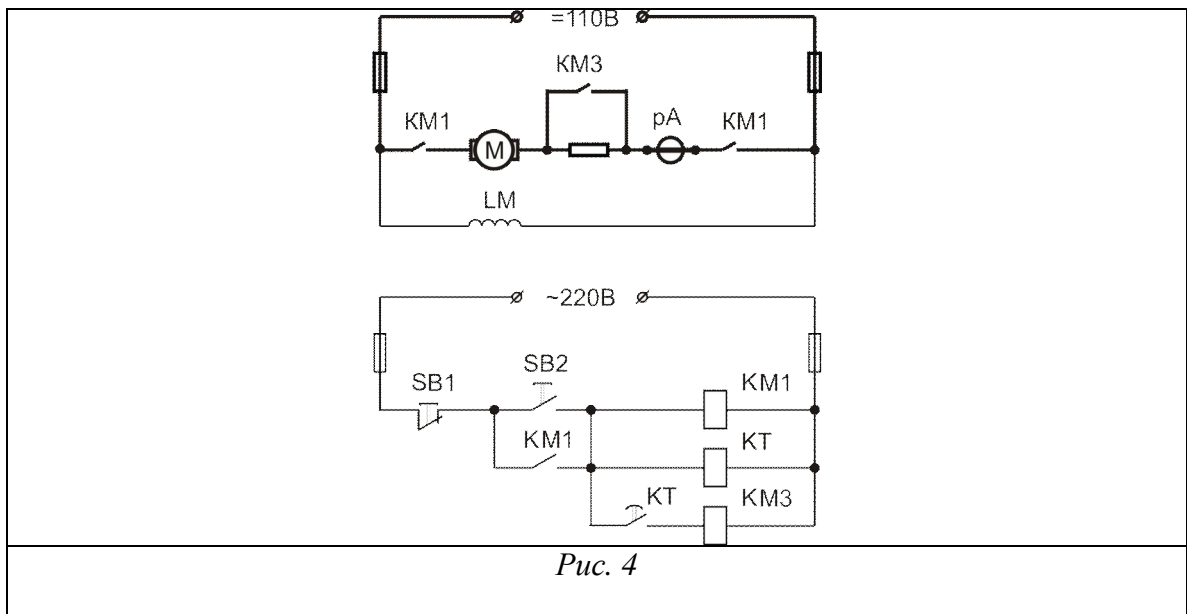

Рис. 4
4. Определить состав схемы (рис. 4), найти элементы схемы на щите. Собрать схему, проверить работу двигателя. Регулировкой реле времени добиться правильного пуска двигателя. Продемонстрировать работу